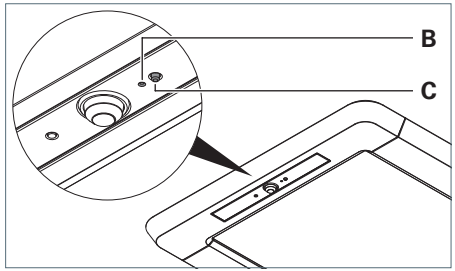
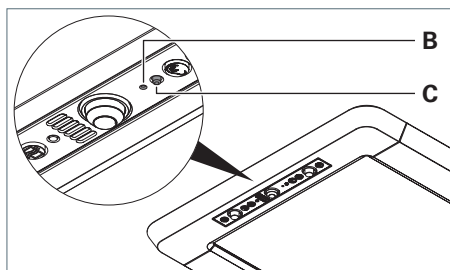

Fig. 19: Apprentissage de l'élément de commande, modèle R.
Fig. 20: Apprentissage de l'élément de commande, modèle RX.
- Appuyez sur la touche dans l'ouverture **B** avec l'extrémité d'un trombone courbé, voir Fig. 19 et voir Fig. 20.
- Appuyez sur la touche **C**, voir Fig. 19 et voir Fig. 20.
- Appuyez sur la touche **C** et maintenez-la enfoncée, voir Fig. 19 et voir Fig. 20.